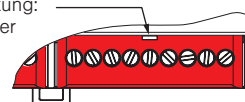

Abb. 2 Lösen der Klemmenabdeckungen (REG-Variante)
- Montieren Sie das Gerät beim Verteilereinbau auf einer symmetrischen Hutschiene (TH 35-15) durch Aufclippen. Zur Erleichterung der Anschlussarbeiten können die Klemmenabdeckungen gelöst werden (siehe Abb. 2).